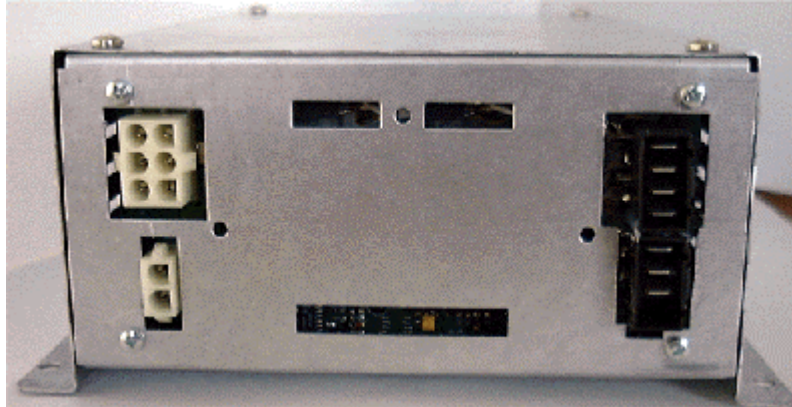

Figura 1 "Alimentatore Mod. AL 310"
- Figura 1 "Alimentatore Mod. AL 310"